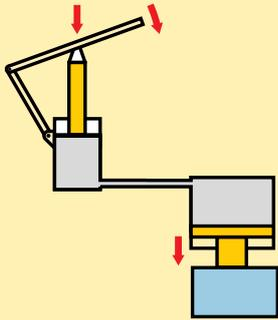

Abbildung 1: Das Funktionsprinzip einer hydraulischen Spannvorrichtung.
1.1 Ein einfacher hydraulischer Spann-Mechanismus (Abbildung 1).